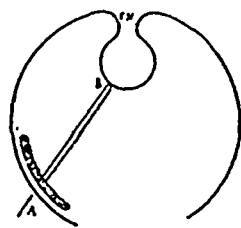

Fig. 1.
citation (A, fig. 1) est transmise à une partie de la surface qui est le "centre" nerveux (C N) et s'y "réfléchit" pour susciter la contraction dans la région même qui a été excitée. Ainsi, le centre nerveux est la surface de "réflexion" (B) des excitations périphériques ; la réflexion motrice de l'excitation accuse la sensation. La contraction la plus simple n'est donc qu'une "sensation réfléchie." C'est ce qu'on appelle communément un "acte réflexe."